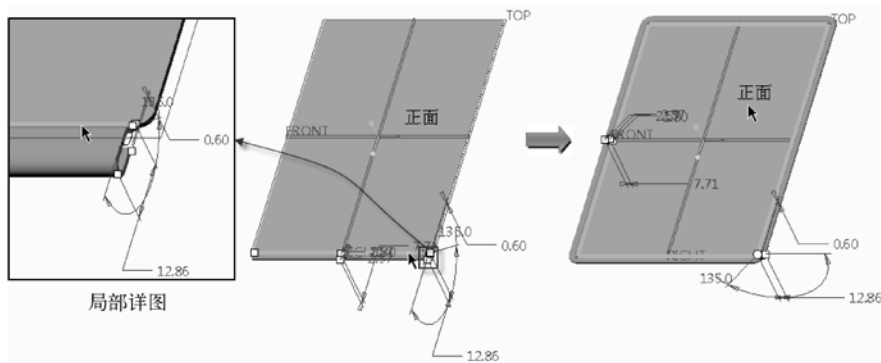

图 6-122 指定连接边
(1) 在功能区“模型”选项卡的“形状”组中单击 (法兰) 按钮, 打开“凸缘”选项卡。
(2) 指定法兰壁的形状选项为“鸭形”。
(3) 在钣金件的正面上单击其中的一条边线, 接着按住〈Shift〉键并单击该正面, 以选中该边线所在的一条封闭连续边链, 如图 6-122 所示。